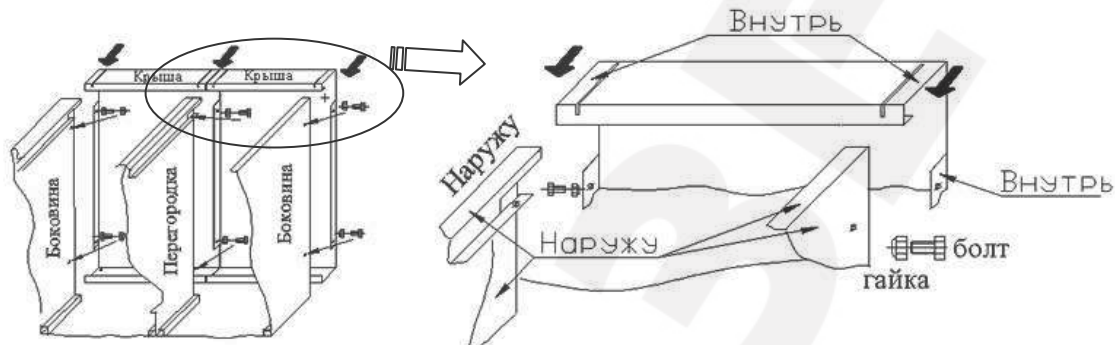

Рис.1
3.1. Установить крышу вверху шкафа плоскостью наружу так, чтобы в пазы на лицевой стороне крыши вошли отгибы боковых стенок (и перегородки-при наличии двух крыш в случае сборки основного модуля с дополнительным). Боковые отгибы на крыше соединяются с боковинами с внутренней стороны. Совместить отверстия, скрепить болтовым соединением (гайка размещается внутри будущего шкафа) -Рис.1. При сборке ШРС22 или присоединении доп. секций к перегородке соединять одним болтом сразу две крыши.